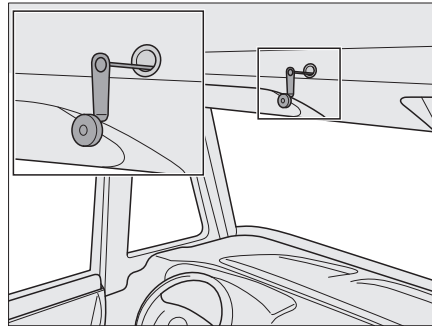

Fig. 164 Mando de emergencia de la cama elevada eléctrica
- ▷ Durante un corte de corriente, la cama elevada eléctrica también puede ser accionada con una manivela de emergencia (Fig. 164). Ésta se encuentra en la cocina integrada.